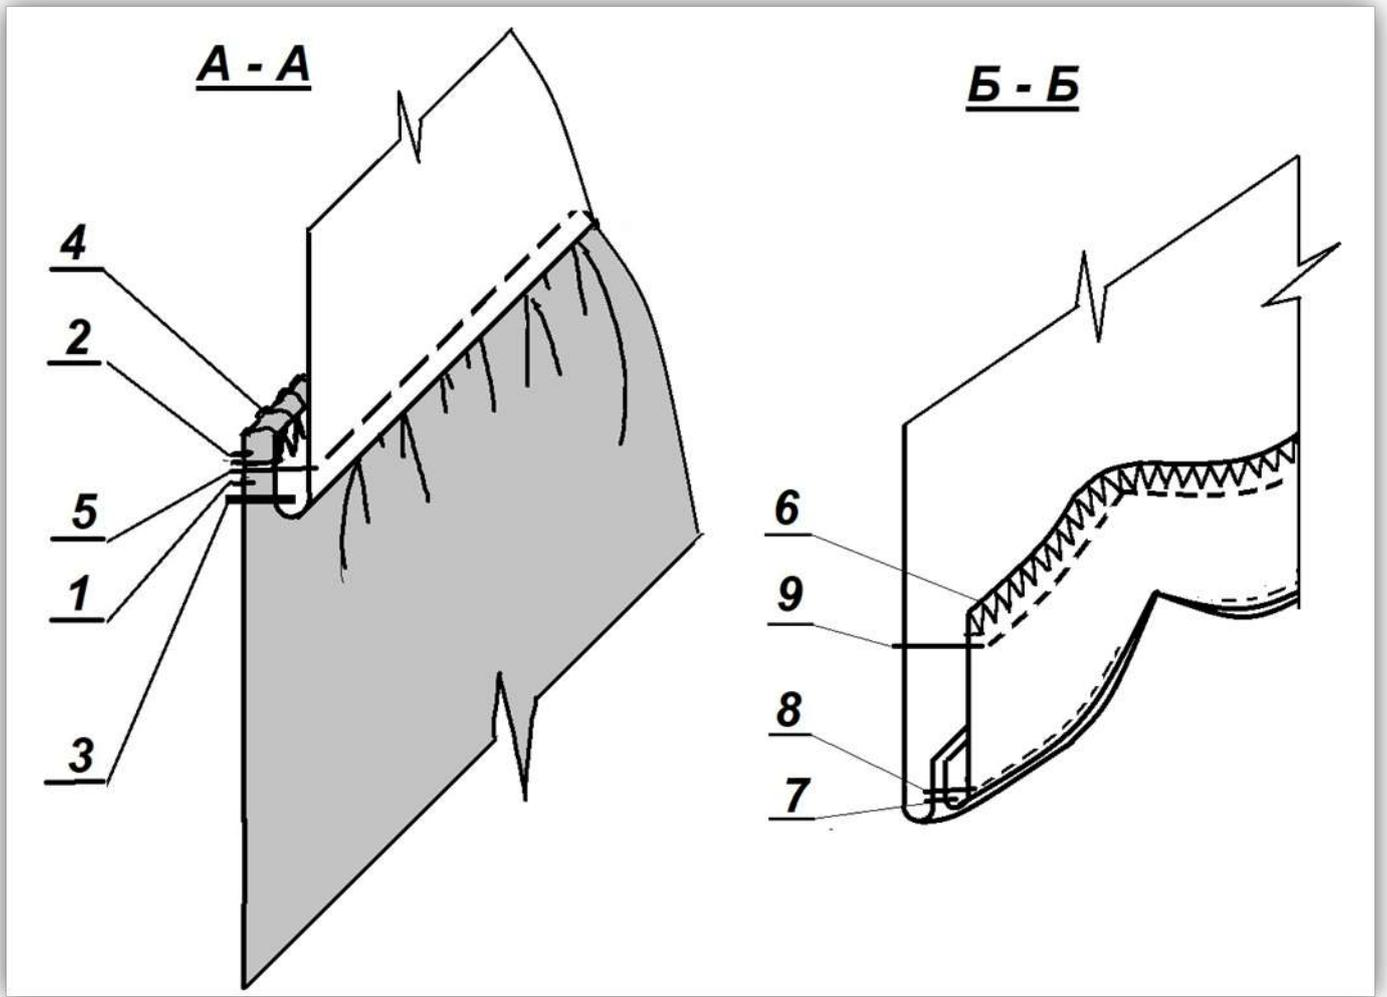

Рисунок 2 – Схема соединения кокетки и обработки низа ПШЮ
1. Проложить две сборкообразующие строчки вдоль верхнего среза переднего полотнища юбки (ППЮ) на расстоянии 0,9 см (при ширине шва 1,0 см) и 0,5 см. Закрепку в конце строчек не выполнять, оставить нитки длиной примерно 10 см для стягивания строчки при формировании сборки (рис. 2, стр. 1 и 2)
4. Притачать кокетку к верхнему срезу ППЮ, совмещая надсечки, ш. шва 1,0 см, прокладывая строчку на расстоянии 0,1 см от сборкообразующей строчки (рис. 2, стр. 3)
5. Обметать шов притачивания кокетки к ППЮ (рис. 2, стр. 4)
7. Проложить отделочную строчку по кокетке вдоль шва притачивания на расстоянии 0,5 см (рис. 2, стр. 5)
8. Обметать внутренний срез обтачки низа ППЮ (рис. 2, стр. 6)
9. Обтачать срез низа ППЮ обтачкой, совмещая лицевые стороны (рис. 2, строчка 7), ширина шва 0,7 см.
10. Настрочить обтачку среза низа на шов обтачивания, не доходя до угла примерно 3 см. (рис. 2, строчка 8), ш. шва 0,1-0,2 см.
13. Проложить отделочную строчку вдоль низа ППЮ на расстоянии 2,5 см (рис. 2, стр. 9)